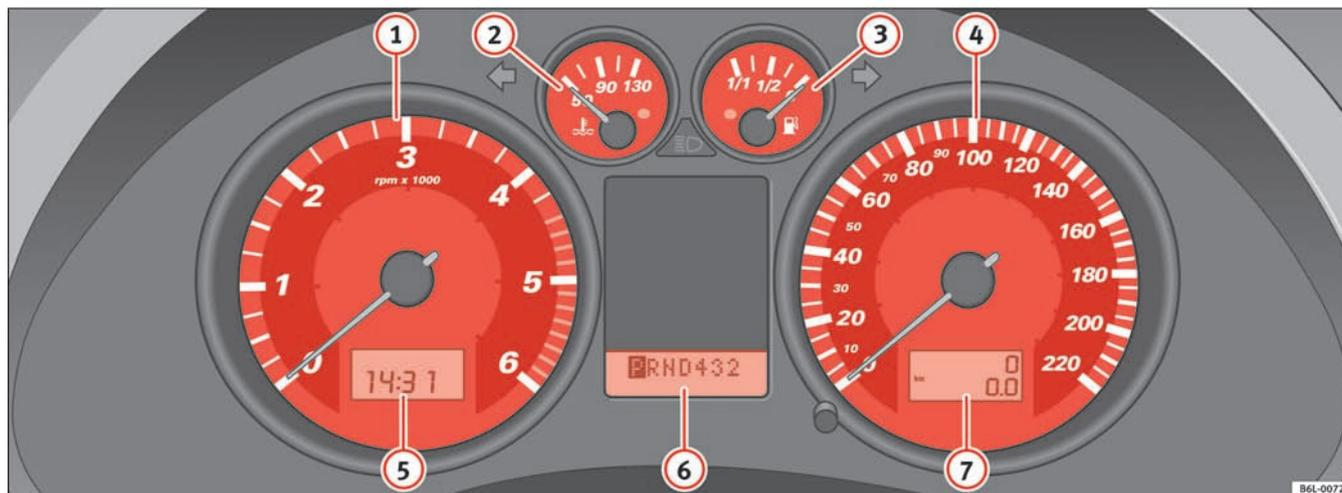

Fig. 31 Detalle del tablero de instrumentos: cuadro de instrumentos
El principio de la zona roja ⇒ página 56, fig. 31 ① indica el régimen máximo de revoluciones del motor funcionando a temperatura de servicio. Antes de alcanzar dicha zona se debe cambiar a una marcha más larga, colocar la palanca selectora en D o levantar el pie del acelerador.
- Para ajustar las horas, gire el botón ⇒ página 56, fig. 31 ⑤ hacia la izquierda hasta el tope. Si gira el botón brevemente hacia la izquierda, se avanza una hora.
El contador inferior registra los recorridos cortos. La última posición indica tramos de 100 m. El contador para recorridos cortos puede ponerse a cero presionando el botón de puesta a cero ⇒ página 56, fig. 31 ⑥.